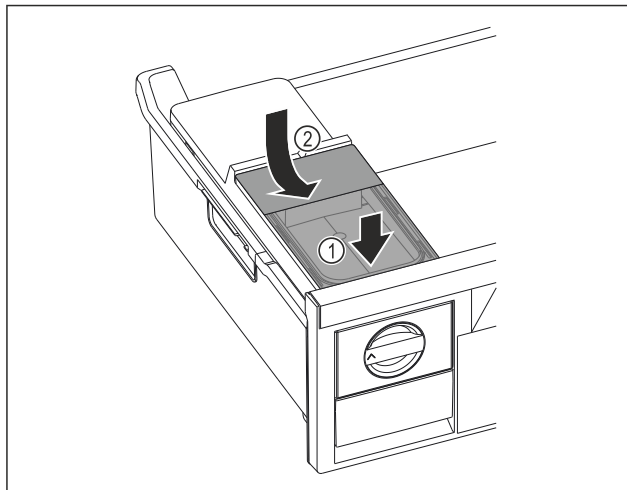

Fig. 167
- Sæt vandtanken i forfra. Fig. 167 (1)
- Sænk vandtank ned bagest. Fig. 167 (2)